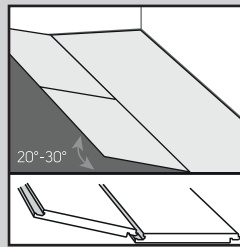
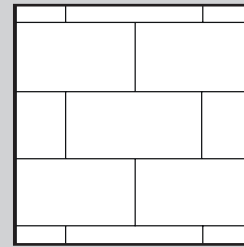
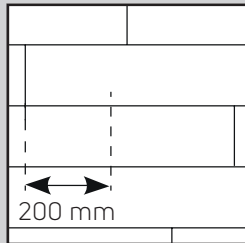

Abb. 3
Abb. 3a
Abb. 3b
4. Beginnen Sie die zweite Reihe, indem Sie Feder und Nut ineinander klicken lassen – halten Sie hierzu die Fliese oder Diele in einem Winkel von etwa 30° und drücken Sie die Fliese oder Diele fest in die Nut der ersten Reihe. Verlegen Sie jetzt die nächste Diele/Fliese, indem Sie Feder und Nut der kurzen Seite zusammenfügen. Fügen Sie nun Feder und Nut der langen Seite zusammen, indem Sie die Dielen/Fliesen zusammen anwinkeln (Abb. 3). Fliesen und Dielen sollten „versetzt“ verlegt werden, sodass niemals vier Ecken aufeinandertreffen (Abb. 3a und Abb. 3b).